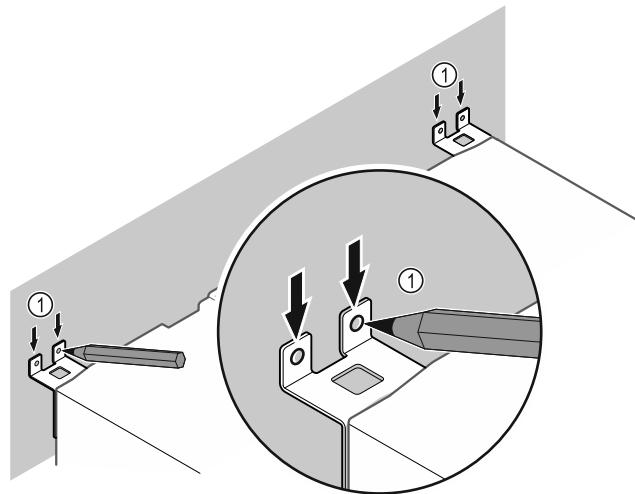

Fig. 13
- Na stezni narišite oznake Fig. 13 (1).